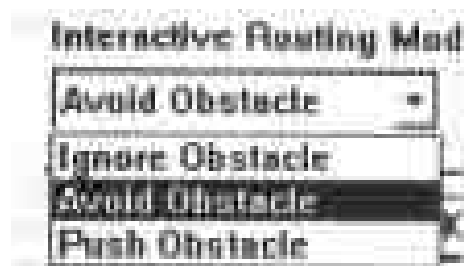

图 6-10 交互式布线模式选择
7) Interactive Routing Mode: 交互式布线模式选择。系统设定了三种布线模式，用鼠标左键单击右边的下拉式按钮，将会出现以下三个选项，如图 6-10 所示。